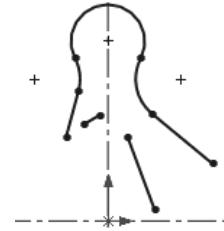

图 10.4 绘制直线
Step 3 绘制直线。选择下拉菜单 **工具(T)** → **草图绘制实体(S)** → **直线(L)** 命令，在图形区绘制图 10.4 所示的直线。